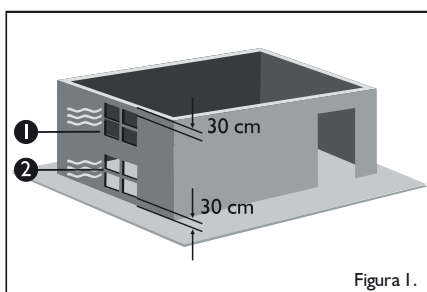

Figura 1.
- En caso de ser necesarias las aberturas de ventilación, la localización de éstas deberá ser: Una inferior a máximo 30 cm del suelo y una superior a máximo 30 cm del techo hacia abajo (Ver figura 1).